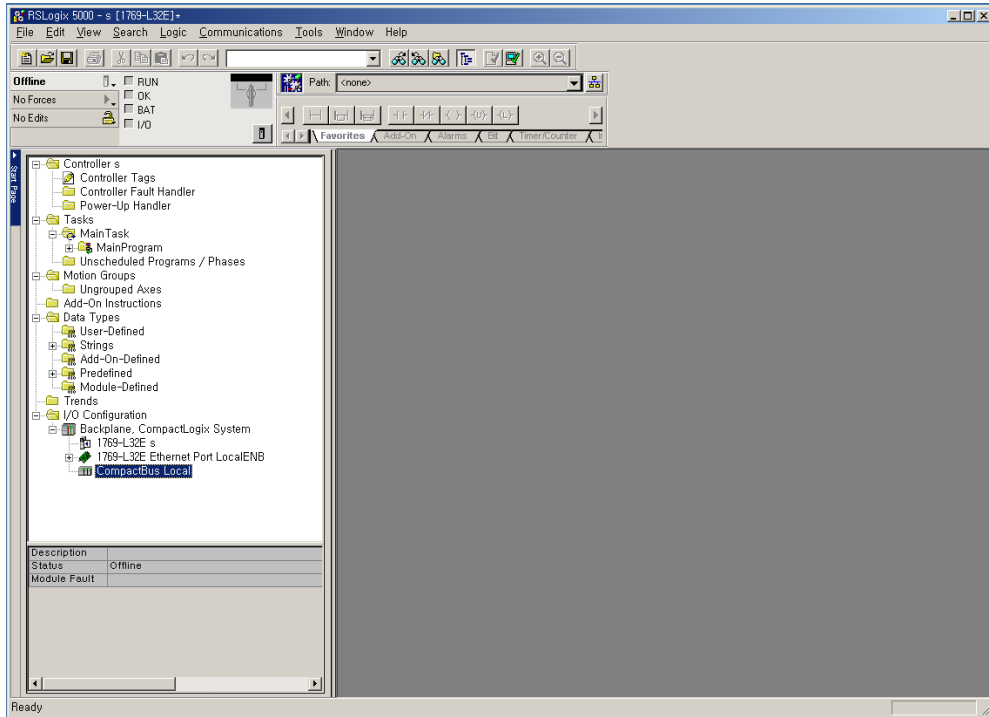
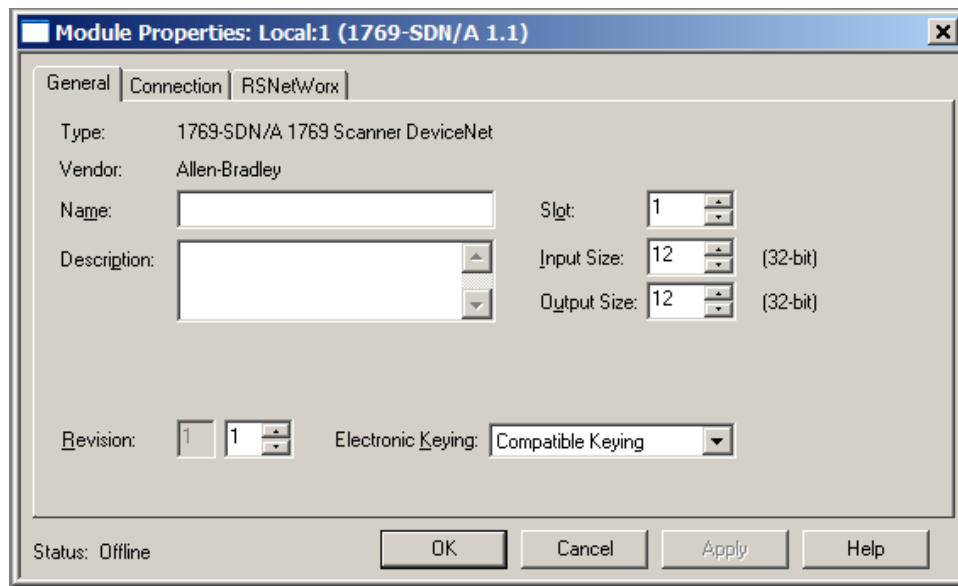
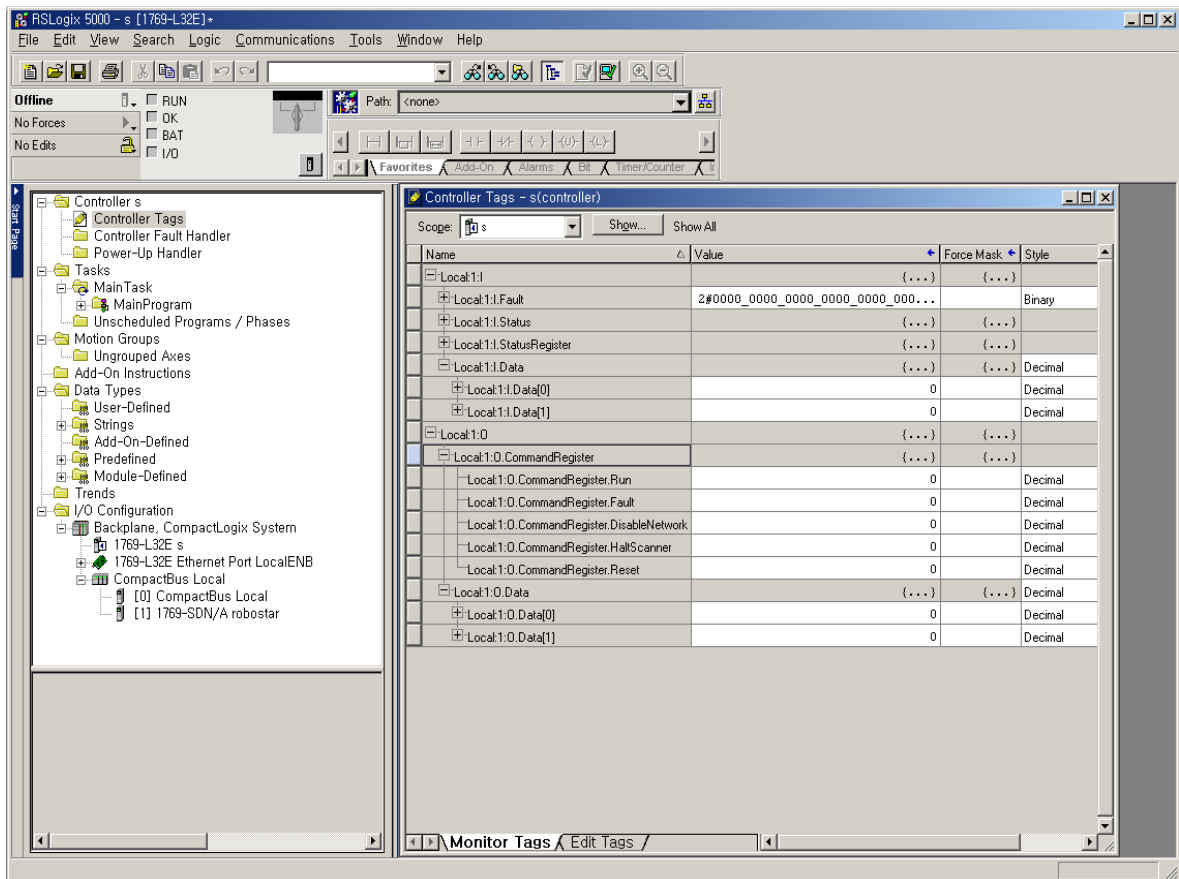

图 5.7 RsLogix 5000实行画面
图 5.8 1769-SDN 设置 画面
图 5.9 DeviceNet I/O tag 画面
生成新项目后会出现与图5.7相同的画面。在画面左下角 CompactBus Local处单击鼠标右键选择 New module, 会出现Select module 窗口。点击Communications tab会出现 1769-SDN Scanner点击它时可以在 CompactBus Local tab 下面看见生成 1769-SDN, 会出现图5.8的画面。
11) 在图 5.8 name处写入管理模組的name,在Input size及Output size处写入在Devicenet Network 处使用的I/O的大小. 举例程序中连接N1一个模組所以 Input size设置 12(46byte), Output size 设置10(40byte). 参考Input size和Output size设置在RSNetworkx处用Scanlist设置的I/O大小. 按确认键, 点击RSNetworkx tab设置在5章“6”处设置儲存的RSNetworkx存储文件的path.
12) 点击图5.7左上角ControllerTags会出现图5-9一样的画面, 可以确认在图 5.6处设置好的 I/O tag 值 matching 在画面图标处.